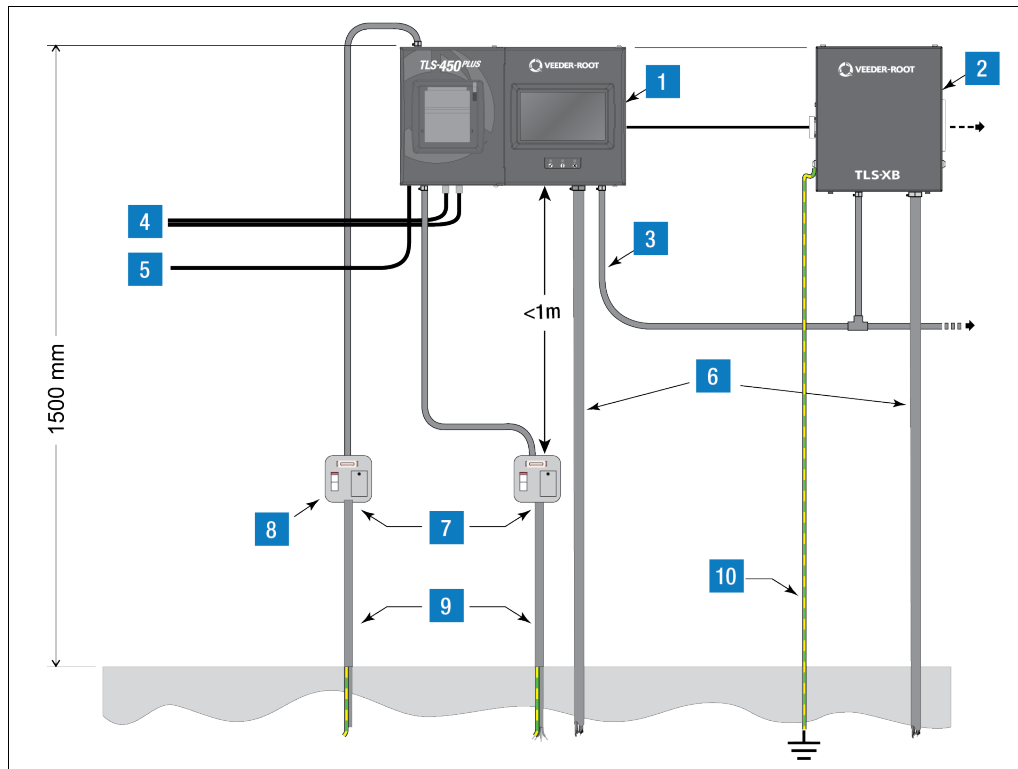
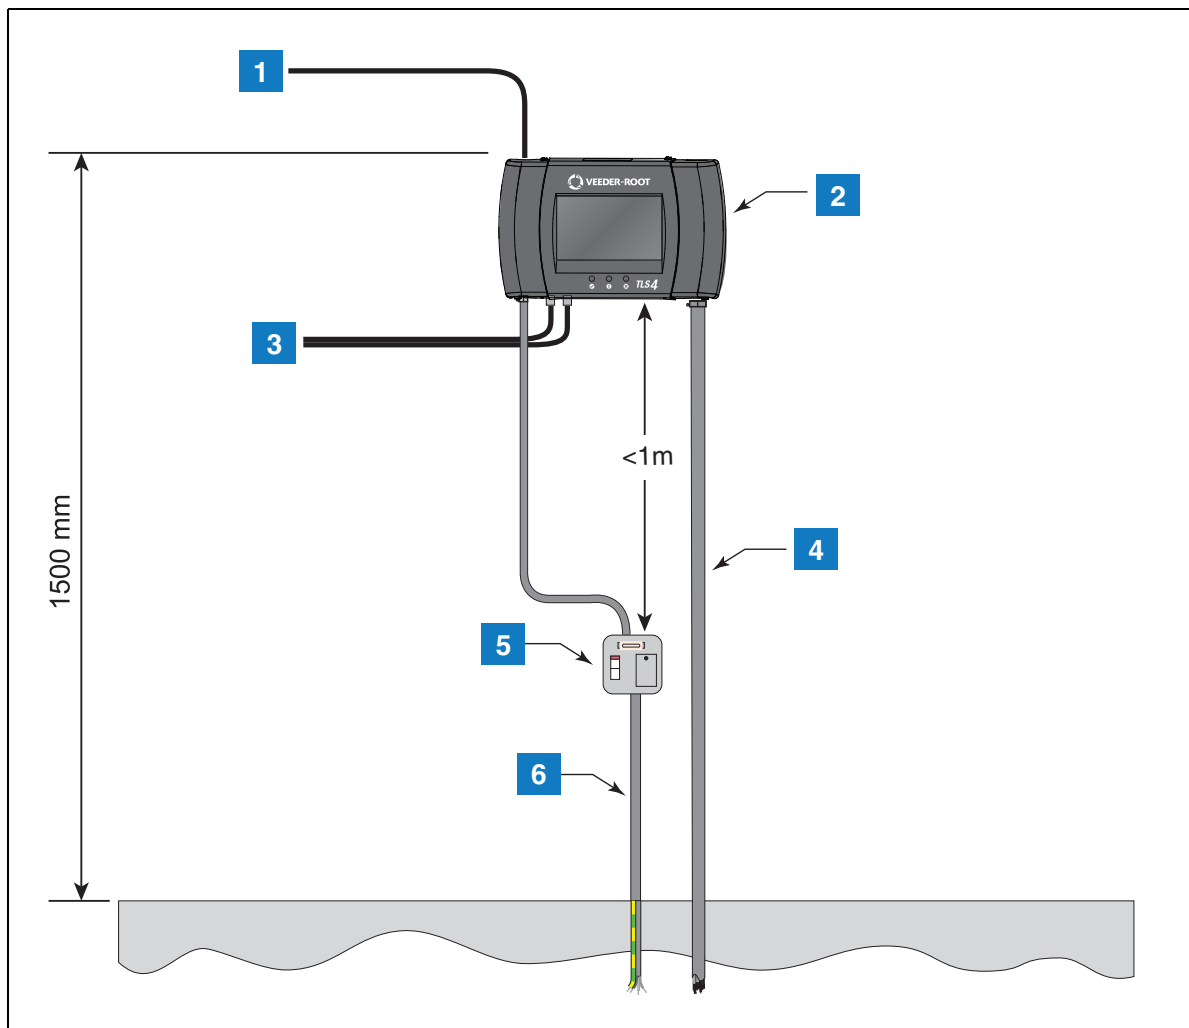

Figure 1. Exemple de console TLS-450PLUS/8600 avec installation TLS-XB
Figure 4. Exemple d'installation de console TLS4/8601
La console du système doit être placée sur un mur intérieur du bâtiment de la station de carburant à une hauteur de 1 500 mm du sol. La Figure 1 à la Figure 4 illustrent des exemples d'installation de la console.
### LÉGENDE DE LA Figure 1
**LÉGENDE DE LA Figure 4**